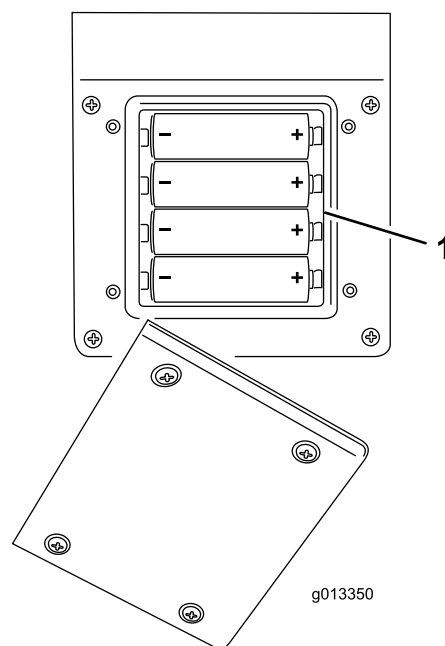

Рисунок 48
3. Вставьте все новые элементы питания в соответствующие гнезда, соблюдая полярность. (Если элементы питания будут установлены неправильно, устройство не будет повреждено, но и не будет работать.) В каждом гнезде имеется тиснение с обозначениями полярности (Рисунок 48). Убедитесь в том, что элементы питания плотно установлены в пульте.